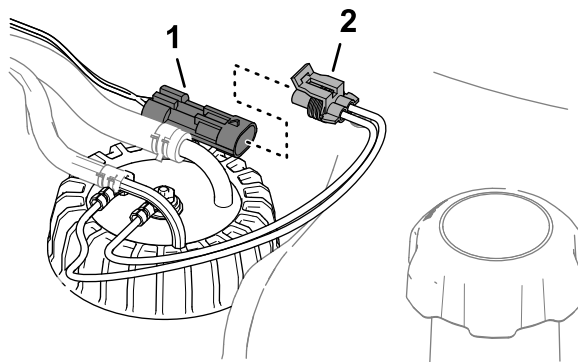

図 89
3. マシンのワイヤハーネスの 2 ピンコネクタから、燃料センダのハーネスの 2 ソケットコネクタを外す **図 89**。